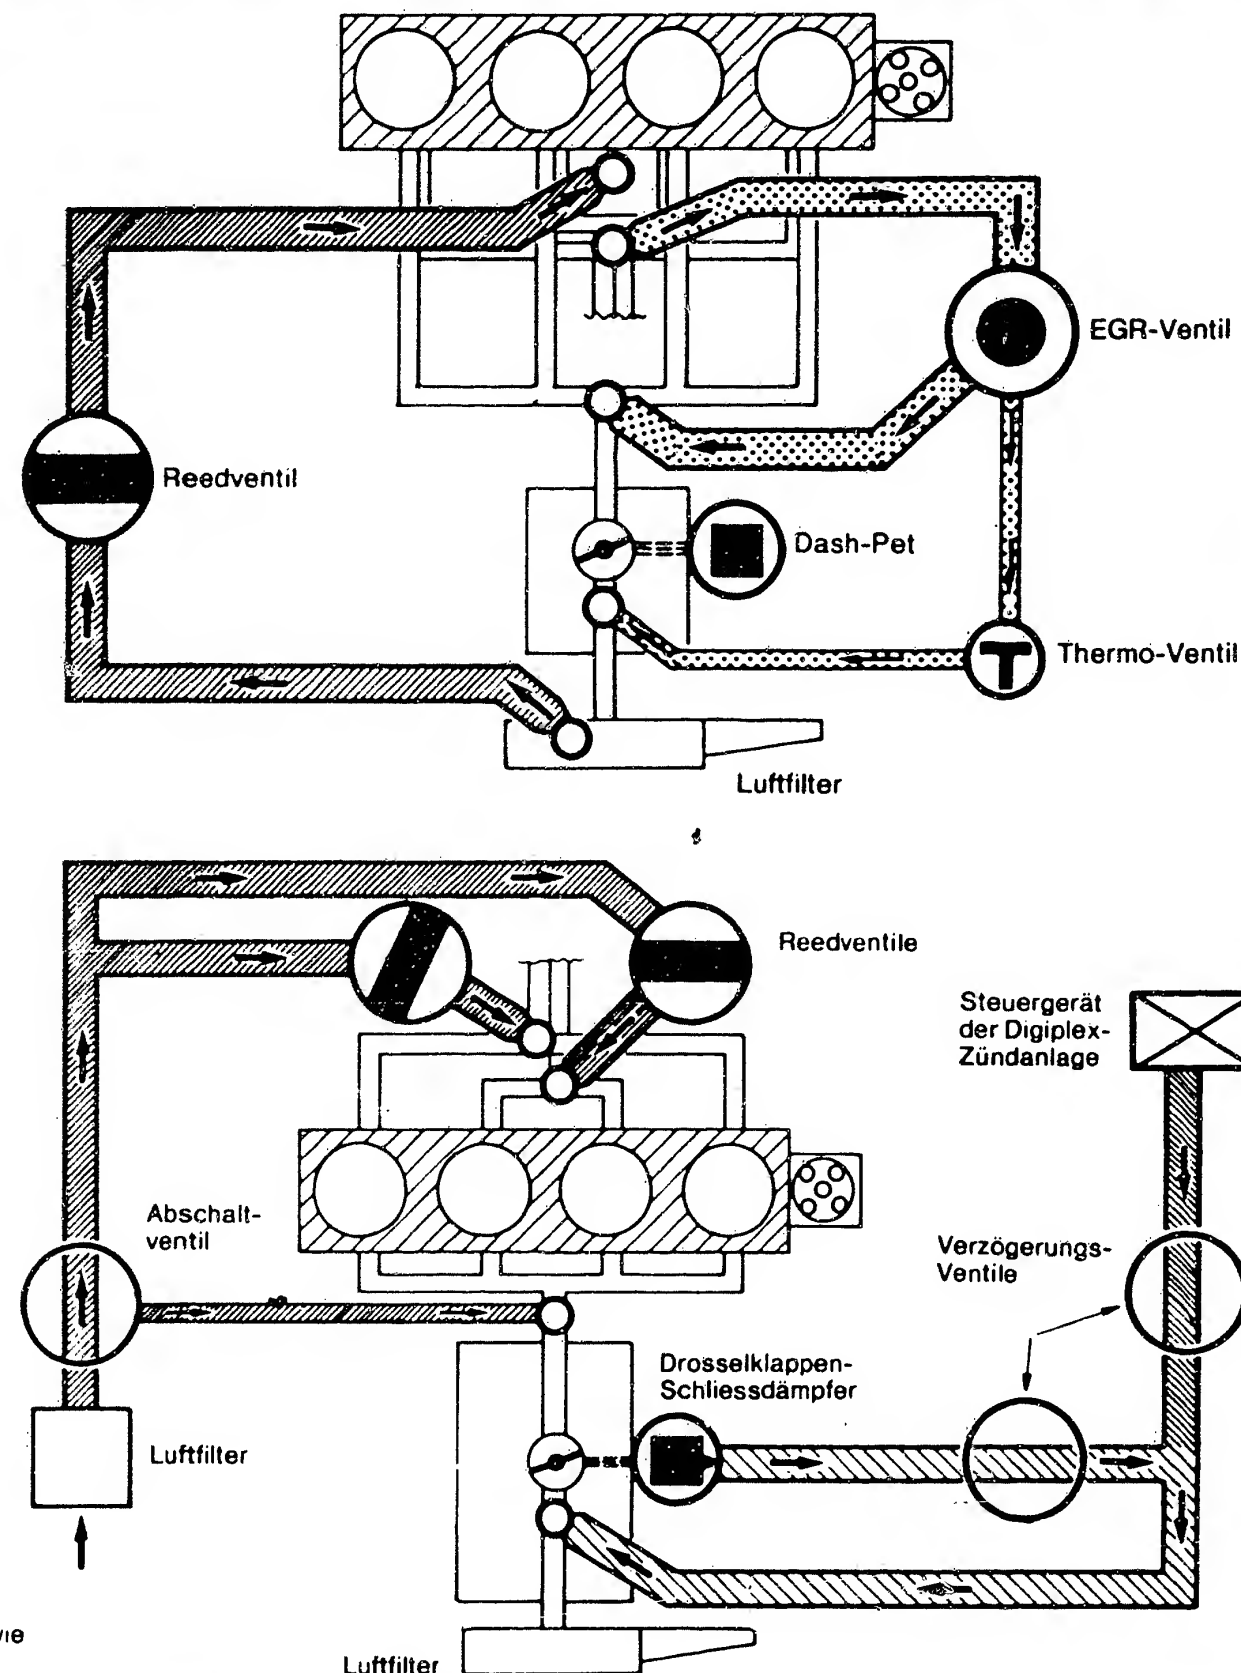

Bild 22 Schematische Darstellung der Abgasentgiftung im Delta 1500 (oben) und im GT 1600 (unten), wie sie in den Schweden/Schweiz-Ausführungen eingebaut ist.
a) Der **Delta 1500** ist mit einem EGR-Ventil ausgerüstet, das mit Unterdruck angesteuert wird. Ein Thermoventil verschliesst die Unterdruckleitung und verhindert unterhalb einer Kühlwassertemperatur von 30°C die Rückführung der Abgase. Über ein Reedventil wird Frischluft vom Luftfilter hinter die Auslassventile geführt. Das Schliessen der Drosselklappe wird ab 3500... 4000/min durch einen «Dash-Pot» verzögert. Die Drehzahl muss während 3...5s um jeweils 1000/min abfallen (Bild 22 oben).
In die Unterdruckleitungen der Drosselklappen-Schliessverzögerung und der Zündverstellung ist je ein Verzögerungsventil eingebaut. Bei gesetztem Drosselklappen-Schliessdämpfer muss die Motordrehzahl 1600/min \pm 100/min betragen (Bild 22 unten).